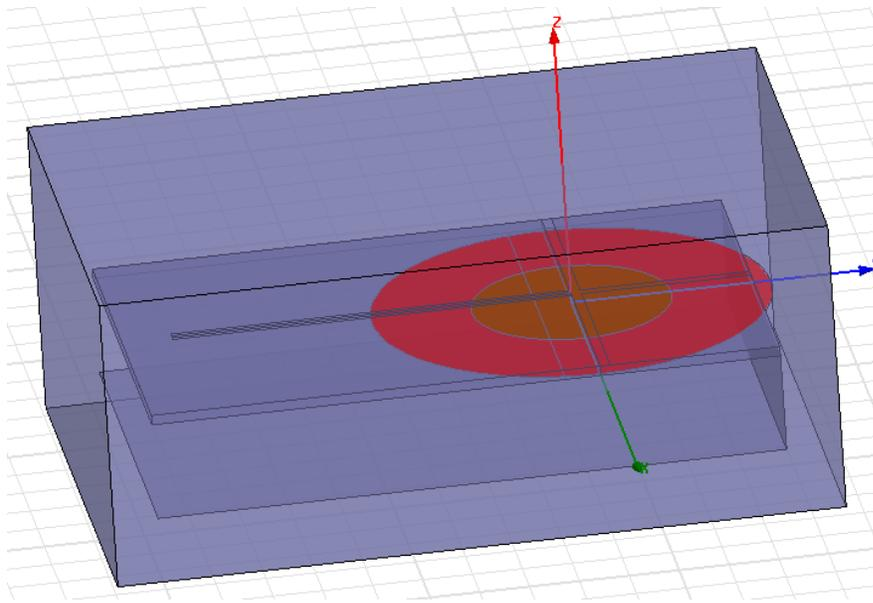

Рис. 1.24. Импортрование плоского круга в модель планарной антенны
4. Кликните **Open**. Файл будет импортирован в активное окно **3D Modeler** (рис. 1.24).
Если Вы импортируете файл в активное окно **3D Modeler**, которое содержит существующую модель, файл будет добавлен к существующей модели и не заменит ее (рис. 1.24). Когда импортируются файлы Ansoft 2D Modeler (**.sm2**), тогда импортируется геометрия, размещенная в плоскости  $xy$ . Если вы хотите импортировать плоскость, которая не лежит в глобальной плоскости  $xy$ , необходимо сначала создать ее и установить относительную систему координат.